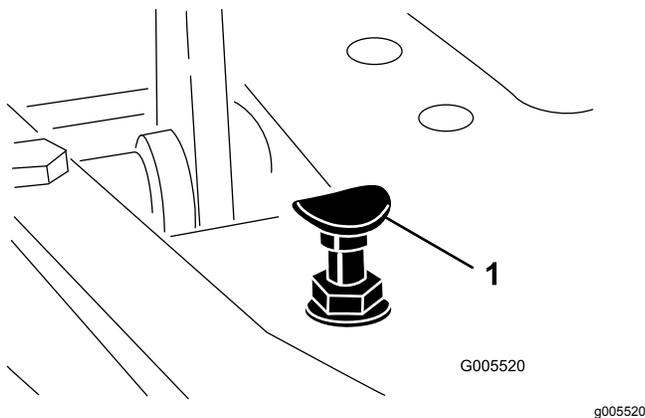

Figure 44
Pour obtenir la vitesse de transport maximale, placez le sélecteur de fonction en position de TRANSPORT et appuyez sur la pédale de déplacement. Si la pédale arrive en butée (Figure 44) avant que la tension soit ressentie sur le câble, procédez au réglage suivant :
1. Placez le sélecteur de fonction à la position de TRANSPORT et desserrez le contre-écrou qui fixe la butée de la pédale au plancher (Figure 44).